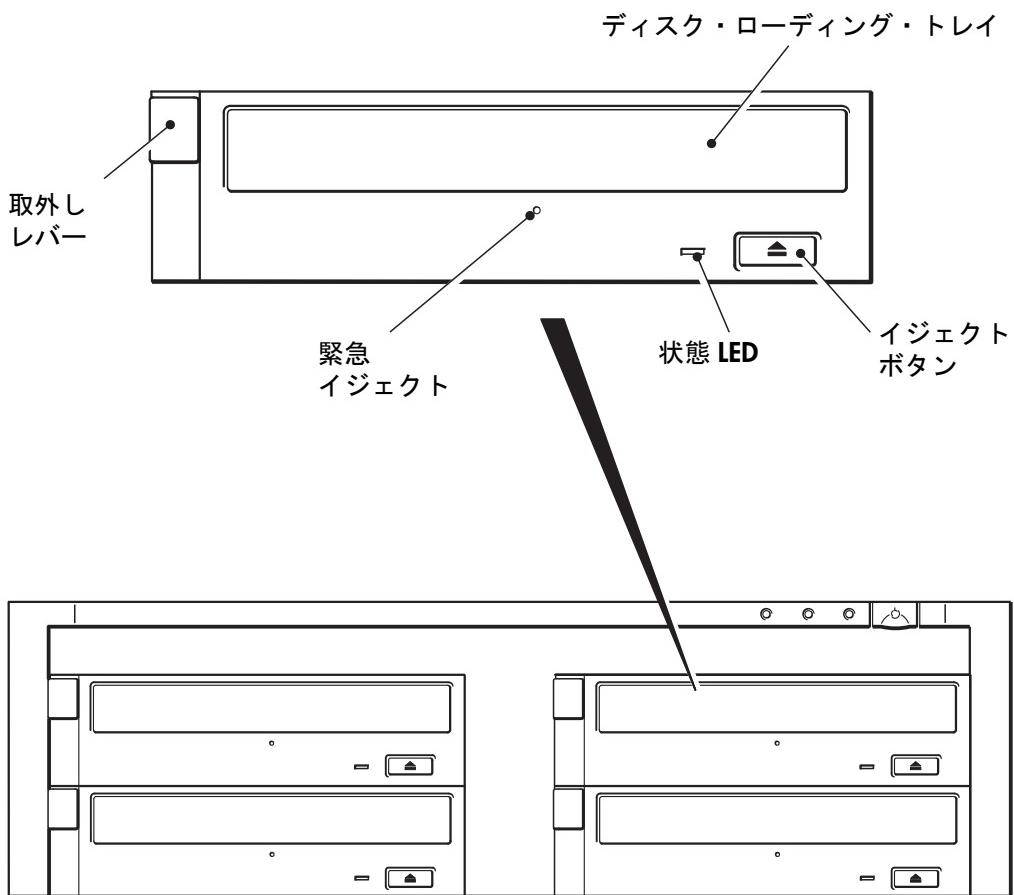

図 3:DVD+RW ドライブコントロールとインジケータ
ダイアグラムに示すように、1 つの LED があります（図 3 を参照）。
- 2 ディスク・ローディング・トレイの下にある、小さい緊急イジェクト・ホールの位置を確認します。10 ページの図 3 を参照してください。